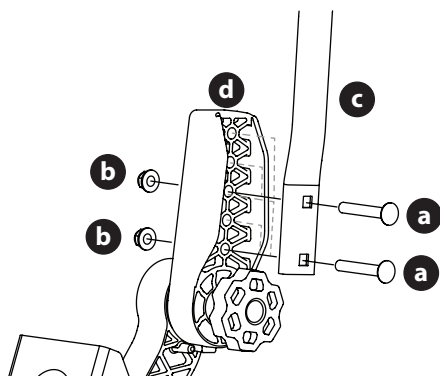

Figure 8
1. Retirez les deux vis de carrosserie (a) et les deux écrous de blocage à bride (b) qui fixent le levier de commande de transmission des barres de conduite (c) au dispositif de réglage de la poignée supérieure (d) (Figure 8).
2. Déplacez le levier de commande de transmission des barres de conduite vers l'une des trois hauteurs disponibles et fixez-le à l'aide des vis de carrosserie et des écrous de blocage à bride (Figure 8).
4. Si les barres de conduite ne sont pas alignées après ce réglage, desserrez les écrous (b) des barres, alignez les barres de conduite et resserrez les écrous. Ainsi, les barres de conduite seront alignées lorsque vous ajusterez leur position dans le futur (Figure 8 à la page 83).